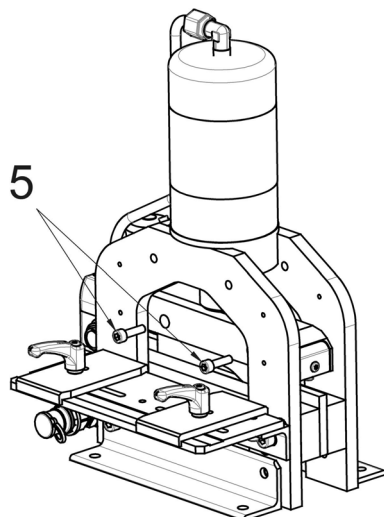

Fig. 12: Allentamento delle viti di fissaggio
- Allentare le due viti M8 (fig. 12, 5) sul lato del portalama.
- Avvitare le due viti M8 (fig. 12, 5) ai lati con coppia di serraggio 15 - 20 Nm.